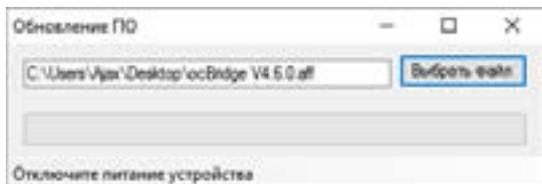

РИС. 26. Выбор файла прошивки приемника
7.2. ПО обновляется при помощи программы-конфигуратора. Если приемник подключен к конфигуратору, следует нажать кнопку «Отключиться», не отсоединяя осVbridge физически от ПК. Затем в меню «Подключение» – «Настройка» выбираем порт, к которому подключен осVbridge. После чего в выпадающем меню «Файл» необходимо выбрать пункт «Обновление ПО», и нажав кнопку «Выбрать файл» указать путь к файлу *.aff с обновленной версией ПО на диске (РИС. 26).